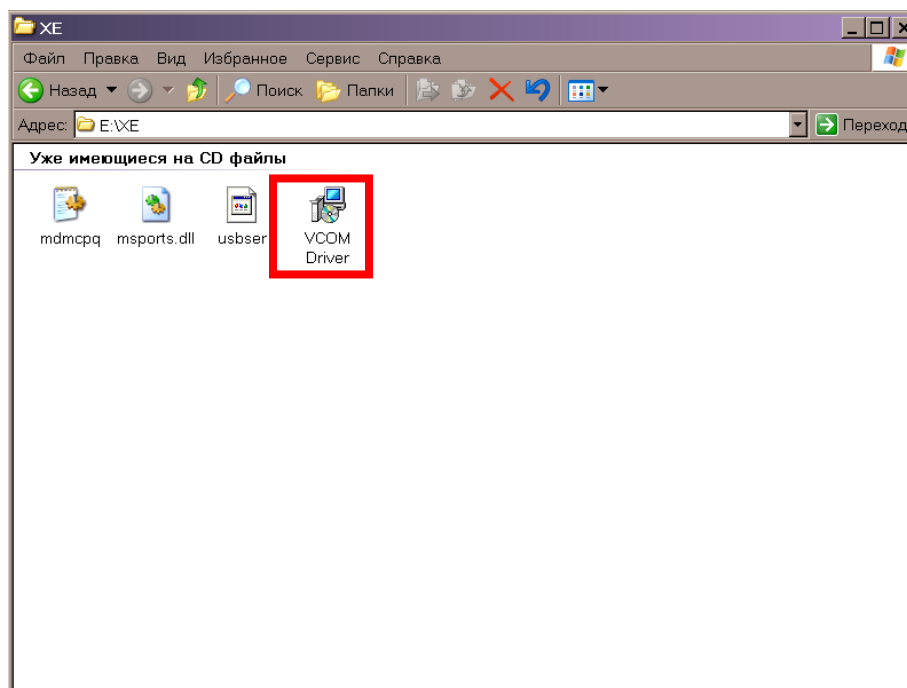

Рис. 9.1 - Содержание компакт-диска в комплекте с весами XE
- ❑ После загрузки диска в дисковод ПК откройте в корневой директории папку «XE», в которой необходимо запустить файл «VCOM Driver» (см.Рис.9.1).